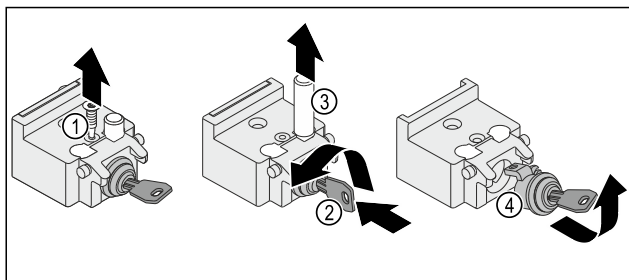

Fig. 13
- Svitare la vite Fig. 13 (1).
- Inserire la chiave Fig. 13 (2) e girarla.
- Estrarre il perno Fig. 13 (3) verso l'alto.
- Estrarre la serratura Fig. 13 (4).